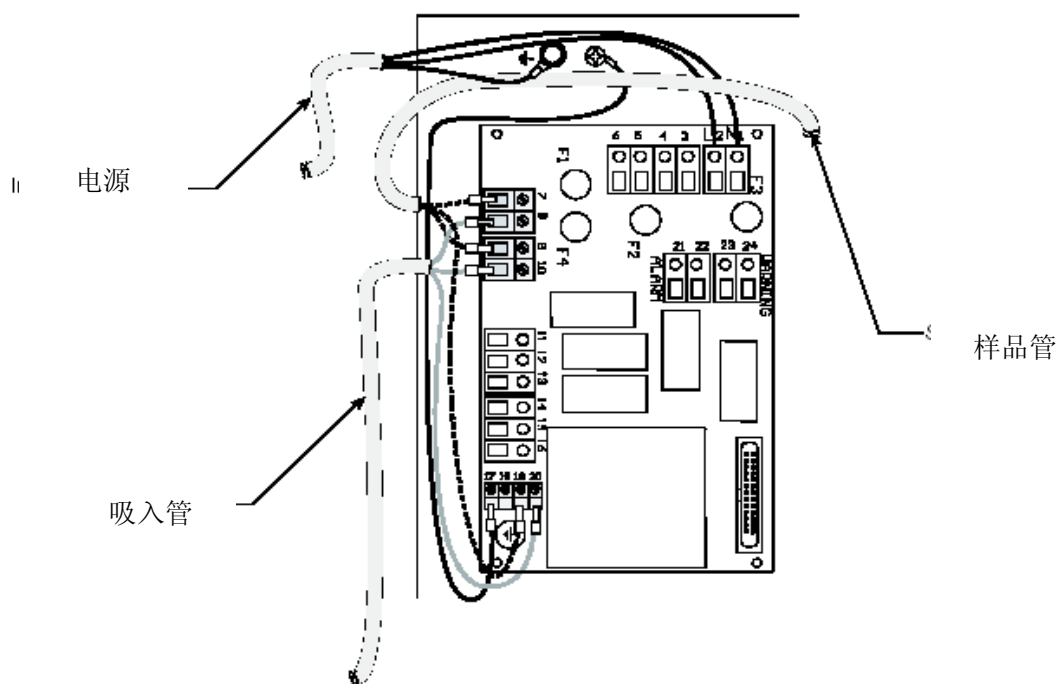

图 14 电力连接
4. 参照用表 3 和图 14，把电线末端插到接头上直到绝缘层和接头连接。
5. 按照图 14 所示，把绿色接头（接地）接到靠近面板顶端的接地螺丝端子上。
5. 参考表 3 和图 14，把电线的末端插入插入连接端，保证外面的绝缘层和连接端紧靠。
5. 参考表 3 和图 14，把电线的末端插入连接端，保证外面的绝缘层和连接端紧靠。